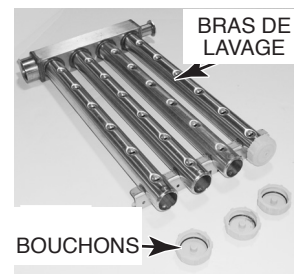

Fig. 31
5. Enlever les bras de lavage et les bouchons à chaque extrémité (Fig. 31) et pousser ce qui obstrue les gicleurs à l'intérieur des bras. Bien rincer les bras de lavage dans un évier et remettre les bouchons en place.